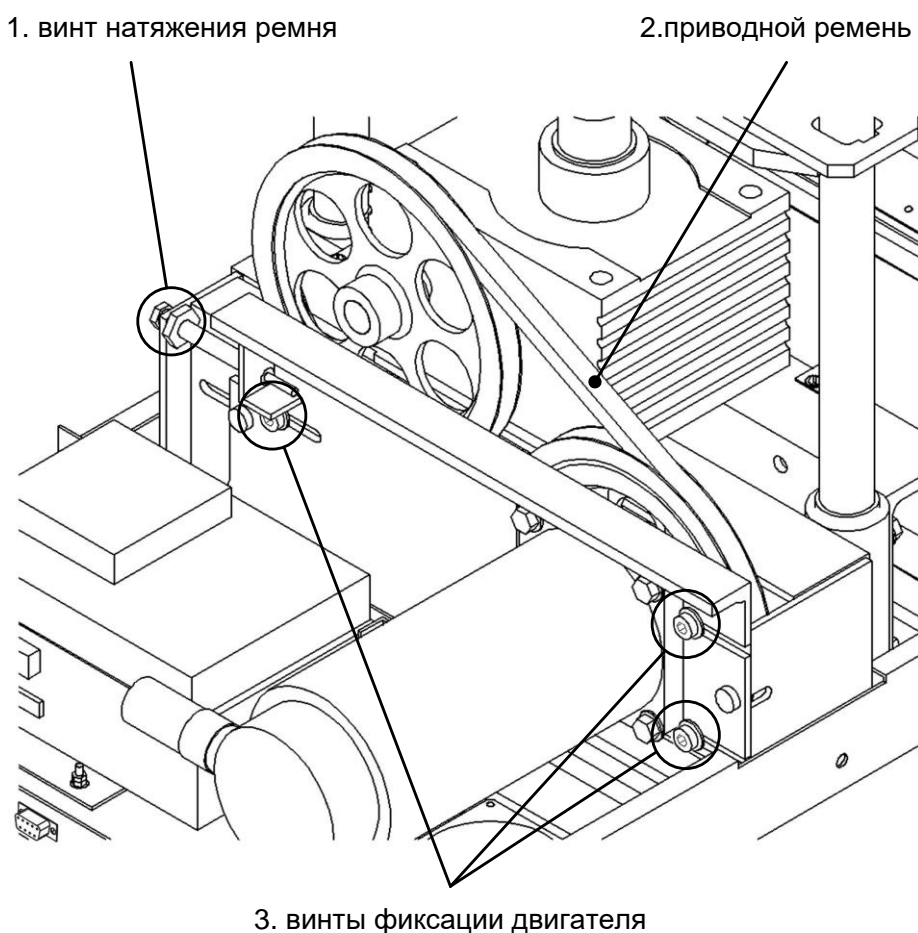

Рисунок 37 – Регулировка натяжения приводного ремня
- 5.8.1 Снять заднюю стенку технологического блока и ослабить 3 винта фиксации двигателя (рисунок 37, позиция 3).